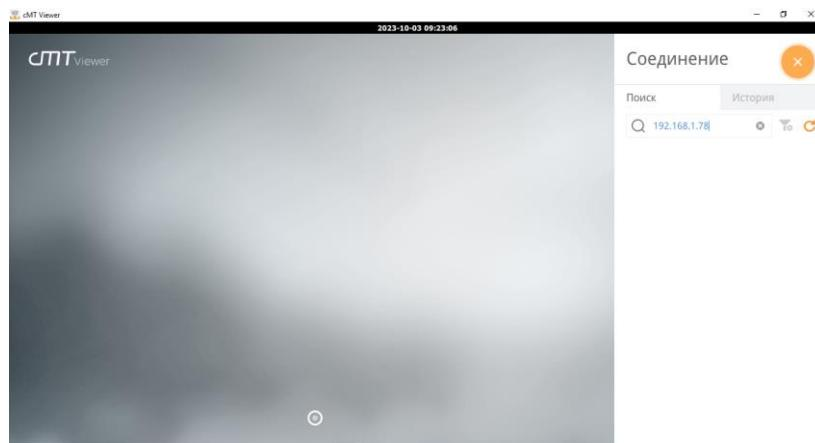

Рисунок 8.7 – Заполнение поля «Имя/IP» ПО cMT Viewer
8. В поле «Имя/IP» (рисунок 8.7) ввести имя панели оператора/IP-адрес (см. п.п. 4.2.2) или IP-адрес, полученный из ПО EasyAccess 2.0 (см. п.п. 8.1.1) и нажать «Enter».